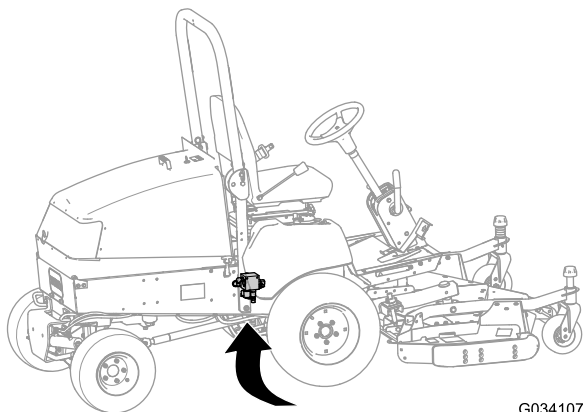

Figura 15
2. Localice el distribuidor de elevación desde debajo de la máquina, por dentro del perfil derecho del bastidor, detrás del eje delantero (Figura 15).